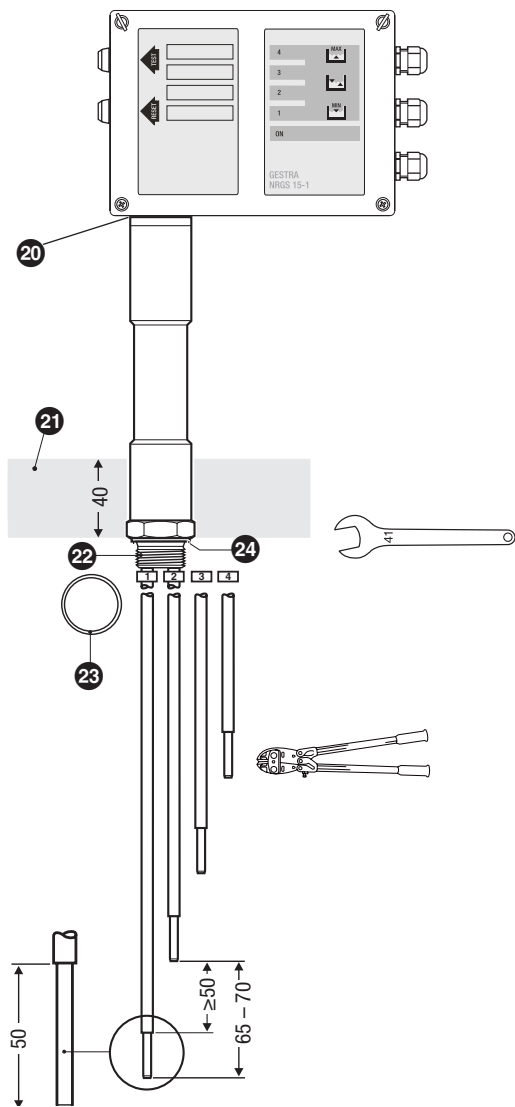

Fig. 5
Wärmeisolierung des Kessels im Bereich des Niveauschalters (siehe **Fig. 5**) bis zu einer Dicke von max. 40 mm ausführen.
10. Isolieren Sie den Kessel im Bereich des Niveauschalters (siehe **Fig. 5**) bis zu einer Dicke von max. 40 mm.